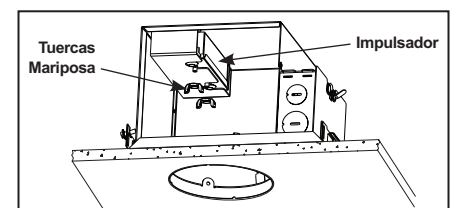

Figura 11
**Paso 4.** Afloje las tuercas mariposa y deslice el impulsador fuera del soporte de montaje. Quite de la carcasa. (Figura 11)
**Paso 3.** Quite las tuercas mariposa que sujetan el impulsador a la carcasa. Pase el impulsador (con los alambres conectados) a través del agujero en el techo. (Figura 11)